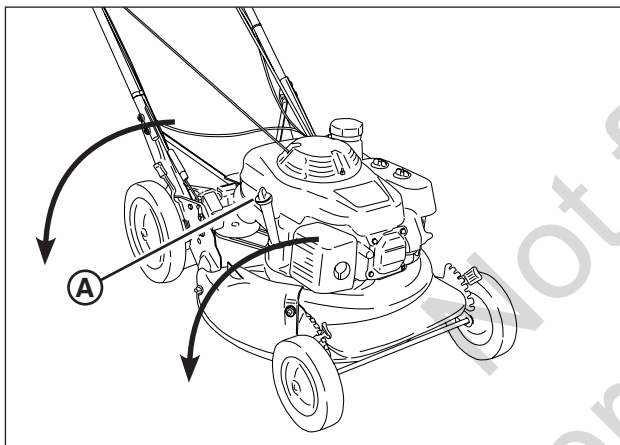

Figure 14: Vidangez l'huile du moteur
2. Retirez la jauge d'huile (**A**, **Figure 14**), puis renversez la tondeuse sur son côté. Laissez l'huile se vidanger en la faisant passer du tube du graisseur dans un récipient approprié. Éliminez l'huile usagée de façon appropriée.